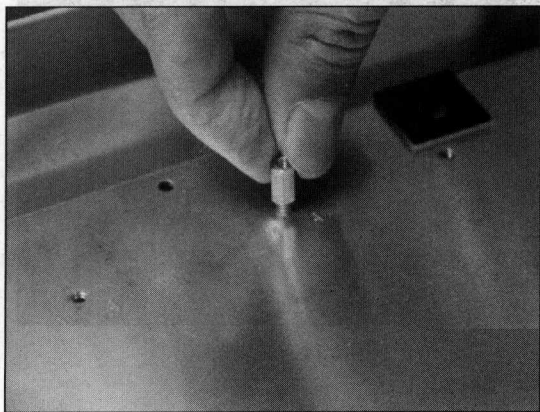

图 1-9 安装垫脚螺母
① 把主板放在机箱的底板上，观察对应孔位，将机箱提供的主板垫脚螺母安放到机箱主板托架的对应位置，如图 1-9 所示。